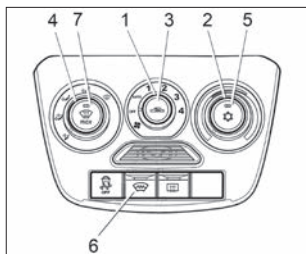

Рис. 39. Блок управления климатической системой (в варианном исполнении)
2. Включите вентилятор, установив **рукоятку 1** (см. рис. 39) в одно из положений «1», «2», «3» или «4».
Для установки желаемой температуры воздуха в салоне поверните **рукоятку 2** (см. рис. 39) по часовой стрелке для повышения, против часовой стрелки для понижения. Температура будет поддерживаться автоматически в пределах производительности климатической установки и установленного допуска.
2. Поверните **рукоятку 2** (см. рис. 39) против часовой стрелки в левое положение до упора (синяя точка на блоке управления).
4. **Рукояткой 1** (см. рис. 39) включите максимальную скорость вентилятора климатической установки (положение «4»).
С помощью **рукоятки 2** (см. рис. 39) можно установить желаемую температуру воздуха в салоне. Климатическая система будет автоматически поддерживать установленную температуру воздуха в салоне в пределах производительности климатической установки и установленного допуска.
Для очистки ветрового и передних боковых стекол от запотевания, обмерзания или наружного обледенения в автоматическом режиме установите **рукоятку 1** управления вентилятором климатической системы в положение «АУТО», нажмите **кнопку 7** (см. рис. 39) с символом . Климатическая система автоматически:
Для включения/выключения ЭОВС нажмите **кнопку 6** (см. рис. 39), при включении загорается индикатор на кнопке выключателя. Контрольный световой индикатор, расположенный на кнопке выключателя, будет светиться желтым светом в течение всего времени работы системы электрообогрева. Система ЭОВС функционирует только при работающем двигателе.